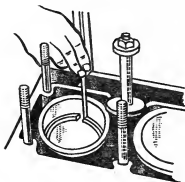

Рис. 3. Подбор поршневых колец к цилиндру.
3. Подбор поршневых колец по цилиндру и поршню. Кольцо устанавливают в зоне наименьшего износа цилиндра, но в пределах хода поршневых колец, и измеряют зазор в замке кольца (рис. 3).